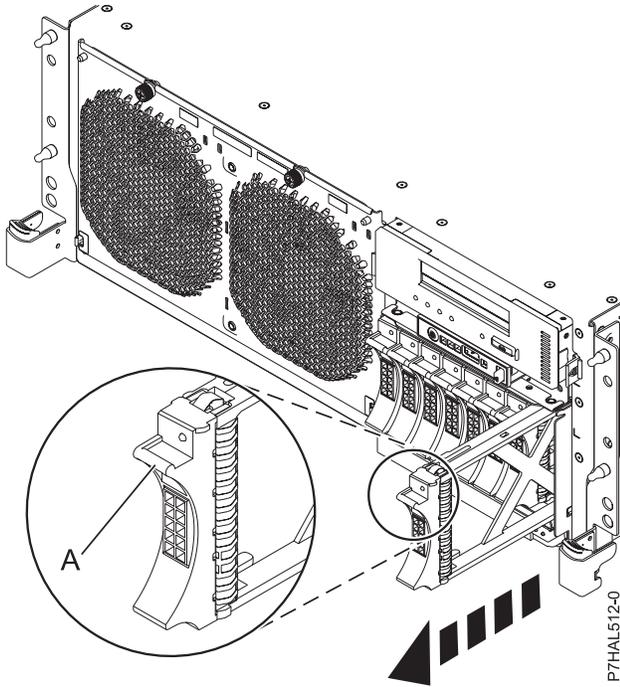

Figure 40. Retrait d'une unité de disque du serveur
2. Tenez la poignée de l'obturateur (**A**) et tirez l'obturateur d'unité de disque hors de l'emplacement, comme illustré à la figure 40, à la page 70.